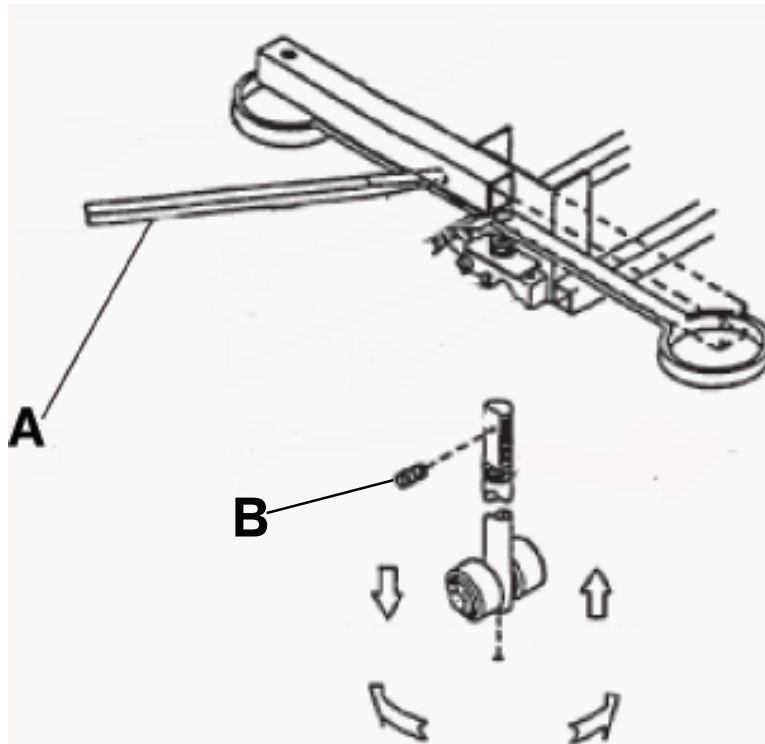

Figure 4 – Réglage du frein
1. À l'aide d'une barre de levier (A), comprimer le ressort pour relâcher la tension sur le goujon (Figure 4).
2. À l'aide d'une clé à 6 pans de 3/32 po, tourner la vis de blocage (B) d'un tour complet dans le sens antihoraire pour serrer le frein.
3. À l'aide d'une clé à 6 pans de 3/32 po, tourner la vis de blocage (B) d'un tour complet dans le sens horaire pour desserrer le frein.